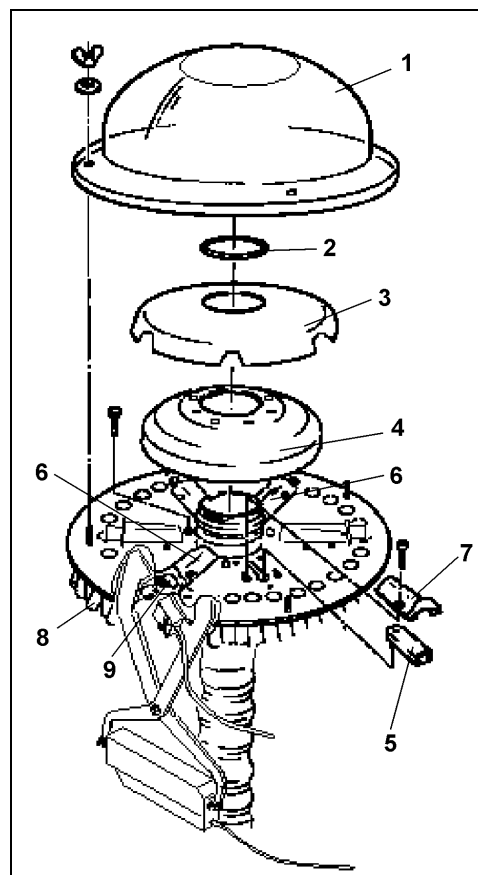

Fig. 72
Alla consegna della macchina la gestione delle piste è impostata sulla carreggiata del vostro trattore. Se, ad esempio in caso di acquisto di un trattore nuovo, dovesse essere necessario impostare la gestione delle piste sulla carreggiata del nuovo trattore, le tubazioni della semente (Fig. 72/8) sulla testa di distribuzione andranno scambiate fra loro. Durante questa fase, occorrerà provvedere a fissare i coltri delle piste agli scarichi che possono essere chiusi dalle serrande (Fig. 72/9).
- Smontare la calotta di distribuzione esterna (Fig. 72/1),
- l'anello torico (Fig. 72/2),
- la calotta di distribuzione interna (Fig. 72/3) e l'inserto in resina espansa (Fig. 72/4).
È possibile montare sino a 6 serrande. Sulla piastra di base occorre montare le serrande a due a due (Fig. 72/6), in posizione contrapposta. Per montare o smontare una serranda (Fig. 72/5), occorre rimuovere il tunnel delle serrande (Fig. 72/7).
Le serrande inutilizzate (Fig. 72/5) vanno semplicemente innestate ruotandole nei fori (posizione di parcheggio).